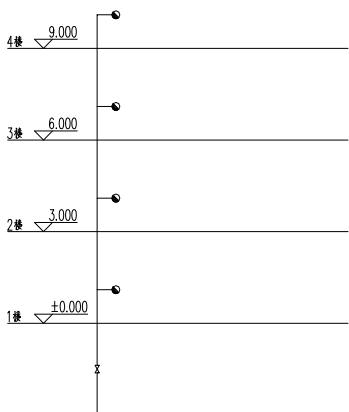

图 12-7 打开定义视口素材
**01** 按 Ctrl+O 组合键，打开配套光盘提供的“第 12 章/12.3.1 定义视口.dwg”素材文件，结果如图 12-7 所示。